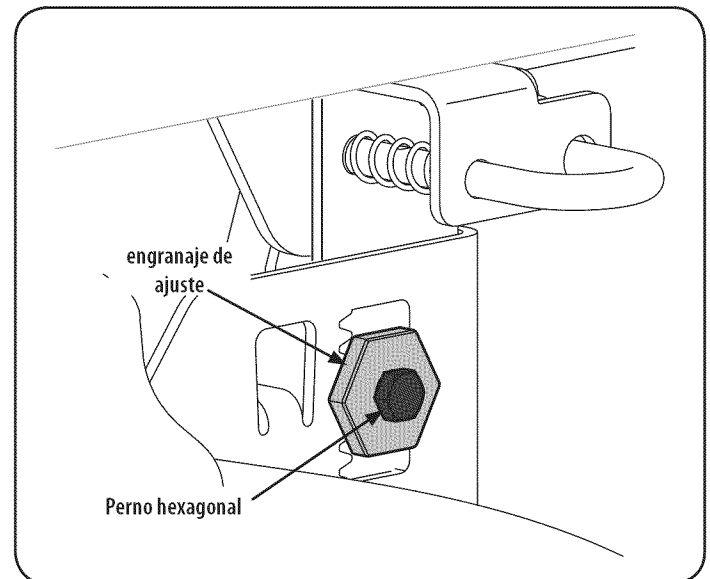

Figura 27
3. Afloje, pero NO extraiga, el perno hexagonal en el enlace de suspensión izquierda de la plataforma trasera. Ver Figura 27.
- Usando una llave, levante o baje el lado izquierdo de la plataforma girando el engranaje de ajuste. Ver Figura 27.